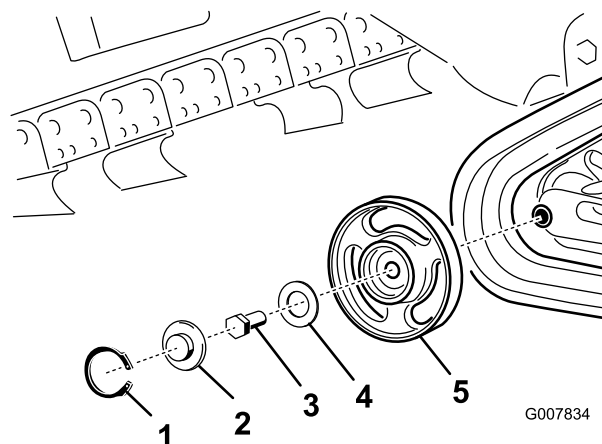

Figure 50
**Remarque:** Il pourra être nécessaire de déposer le galet de roulement extérieur avant. Pour ce faire, enlevez le circlip et le chapeau au centre du galet de roulement (Figure 50). Enlevez ensuite le boulon et le joint du centre du galet, puis déposez le galet de la machine.